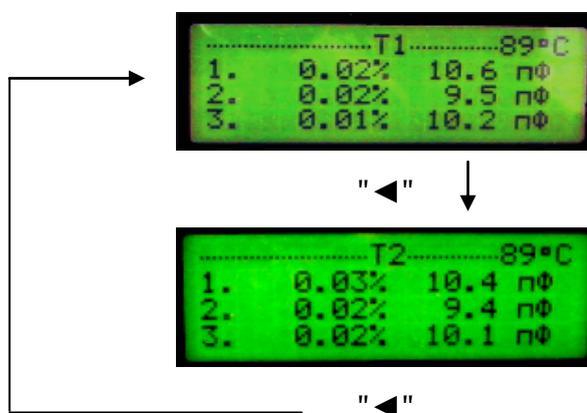

Рисунок 10. Переключение экранов.
2.4.12 Просмотр результата измерения выполненного в автоматическом режиме, при двух температурах T1 и T2, выполняется нажатием кнопки "◀" (Рисунок 10), что приводит к циклической смене показаний с учетом размерности.